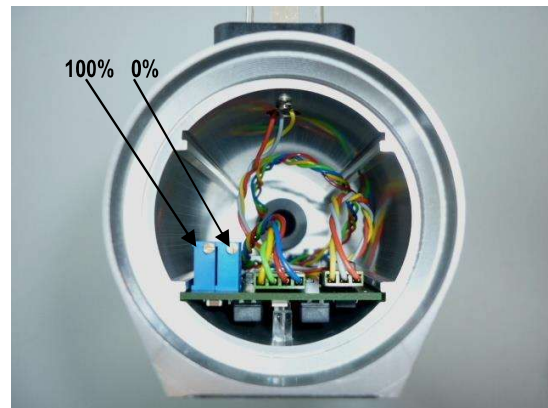

Bild 4, Figure 4, figure 4
Ist eine Anpassung unumgänglich so ist das mit Hilfe der beiden Trimmer 0% (4mA) und 100% (20mA) möglich. (siehe Bild 4)
- If an adaptation cannot be avoided, it can be done by using both trimmers 0% (4mA) and 100% (20mA) (see fig. 4):
2. Set the measuring signal to 4mA using the trimmer 0% (see fig. 4).
4. Set the measuring signal to 20mA using the trimmer 100% (see fig. 4).
- Si un ajustement ne peut être évité, il est possible de le faire en utilisant les deux potentiomètres de correction 0%(4mA) et 100% (20mA) (voir figure 4) :
4. Ajuster le signal de mesure à 20mA en utilisant le potentiomètre de correction 100% (voir figure 4).